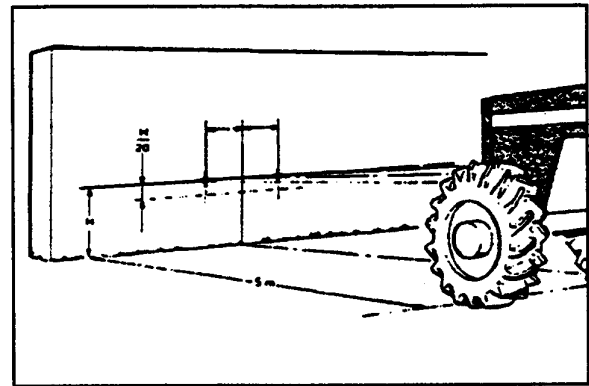

Fig.5-67 - Control orientación faros.
Control orientación faros (Fig. 5-67)
- Poner el tractor sin carga y con los neumáticos inflados según la presión indicada, sobre una superficie plana delante de una pared, en lo posible blanca, a la sombra; trazar dos cruces sobre la pared a nivel del centro de los faros (Fig. 5-67).